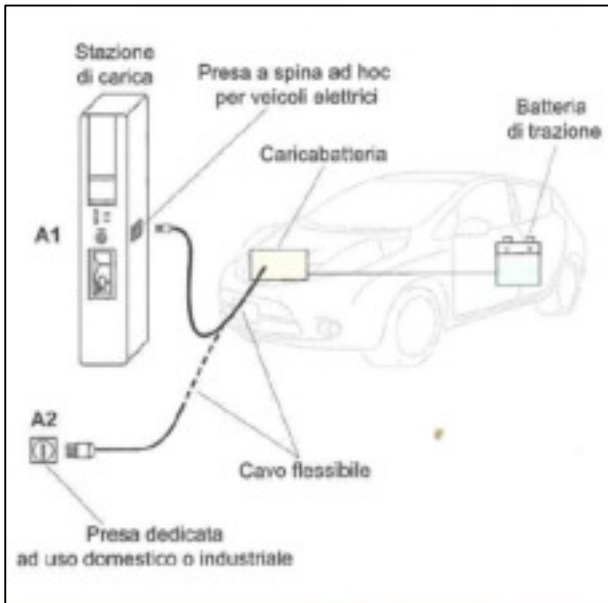

Fig. 1 – connessione di tipo A
- 1) **connessione di tipo A**: il cavo di alimentazione è fissato al veicolo elettrico e all'altra estremità è dotato di spina ad uso domestico o industriale, oppure spina apposita (fig. 1);